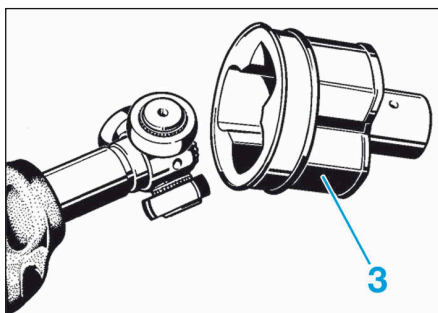

FIG.8
- le boîtier tripode (3) (Fig.8),